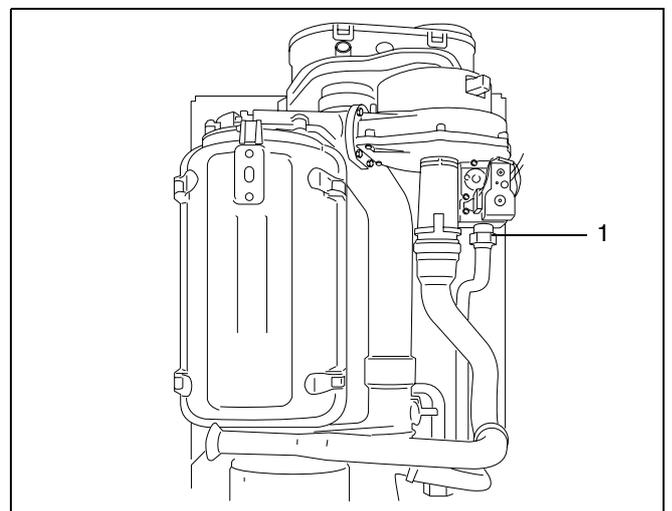

Abb. 36 Gaskopplung demontieren
- Gasleitung an der Gasarmatur lösen (Abb. 36, Pos. 1).